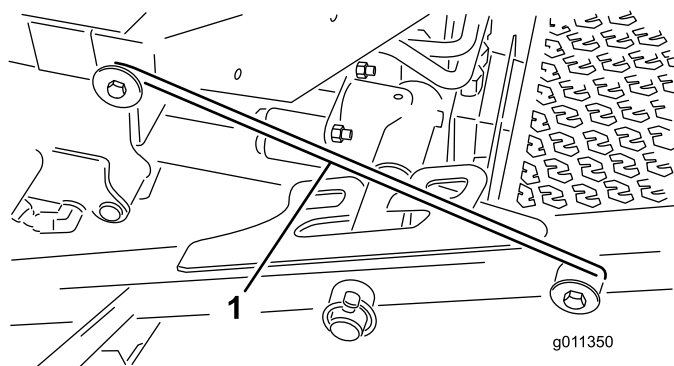

Figure 35
- Dégagez la barre de verrouillage (Figure 35) de son point de retenue sur le bâti porteur avant.
- Soulevez l'extérieur des plateaux de coupe avant et placez le verrou sur la goupille du bâti à l'avant de la plate-forme de conduite (Figure 35).